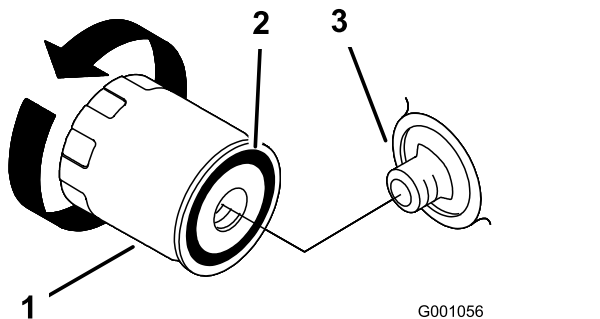

Figure 25
2. Déposez le filtre à huile usagé et essuyez la surface du joint (Figure 25)
3. Appliquez une fine couche d'huile neuve sur le joint en caoutchouc du filtre de rechange (Figure 25).
jusqu'à ce que le joint en caoutchouc touche l'adaptateur, puis serrez le filtre de 2/3 de tour à 1 tour supplémentaire (Figure 25).